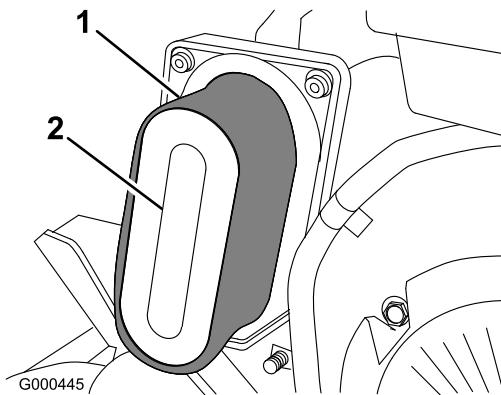

Figura 25
- Se o elemento de esponja se encontrar sujo, deverá retirá-lo do elemento de papel (Figura 25). Limpe bem a esponja.